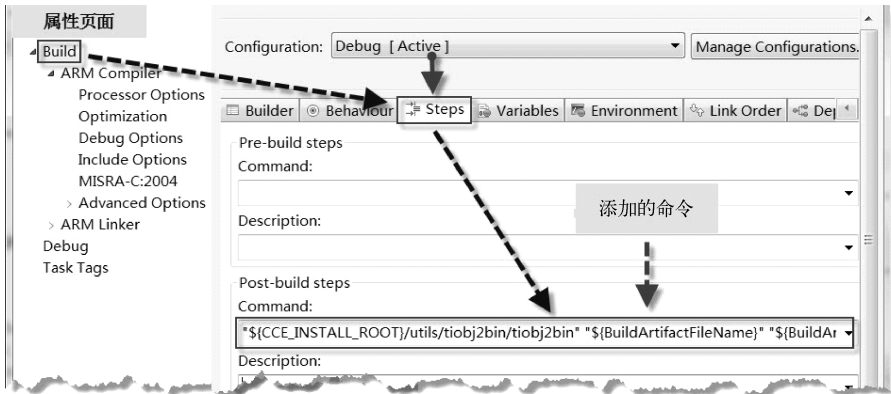

图 1-32 在 Steps 栏中的 Command 选项处添加的命令（见下①、②所述）
6) 创建闪存编程器的 bin 格式文件。要编译生成 .bin 格式文件必须在 Build 选项下的 Steps 栏中添加以下命令，如图 1-32 所示。